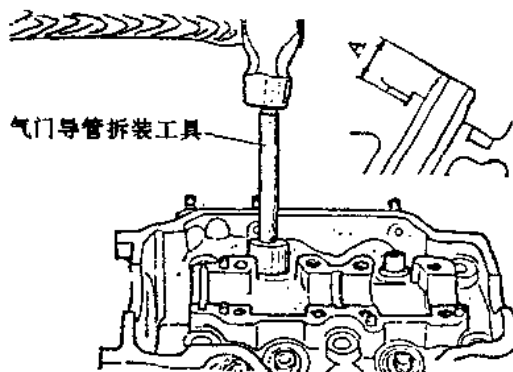

图 1-9
4. 检查气门杆与导管之间的间隙,如超过使用极限时(见表 1-2),应更换导管,更换导管时,应将气缸盖加热到 220℃,接着用拆装工具插入导管中,向缸盖底面方向打出,如图 1-9 所示,再装导管时,应将气缸盖导管底孔加工至表 1-3 所规定的尺寸,并选用加大外直径的导管,装新导管时,仍需将缸盖加热至 220℃,压入后的气门导管内径应为 6.600~6.615 毫米,否则应进行铰孔。